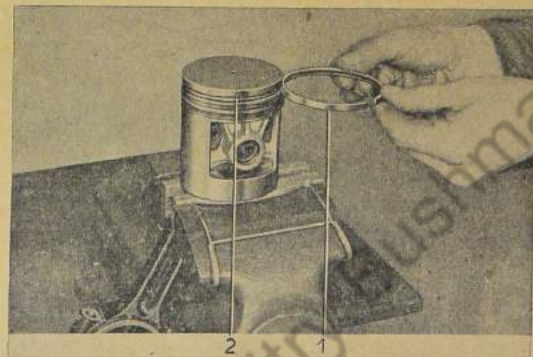

Bild 55: Höhenmaß der Kolbenringe ermitteln
5. Ölabbreifering und Verdichtungsringe auf Höhengspiel in den zugehörigen Nuten prüfen (Bild 55).